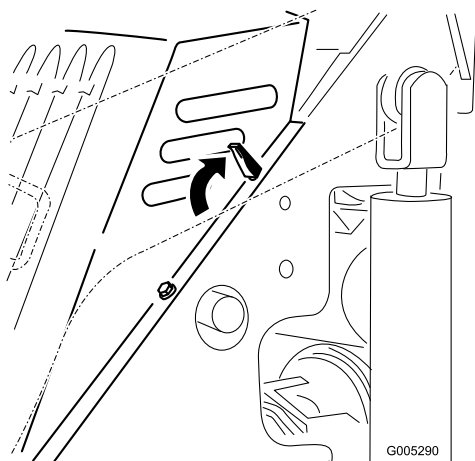

Figura 18
4. Abra las 4 pestañas de cierre (Figura 18).
1. Coloque el capó sobre el chasis de la máquina, encajando los soportes del capó en los taladros del chasis (Figura 18).
2. Fije el capó presionando las pestañas de cierre hacia delante y hacia abajo (Figura 18).